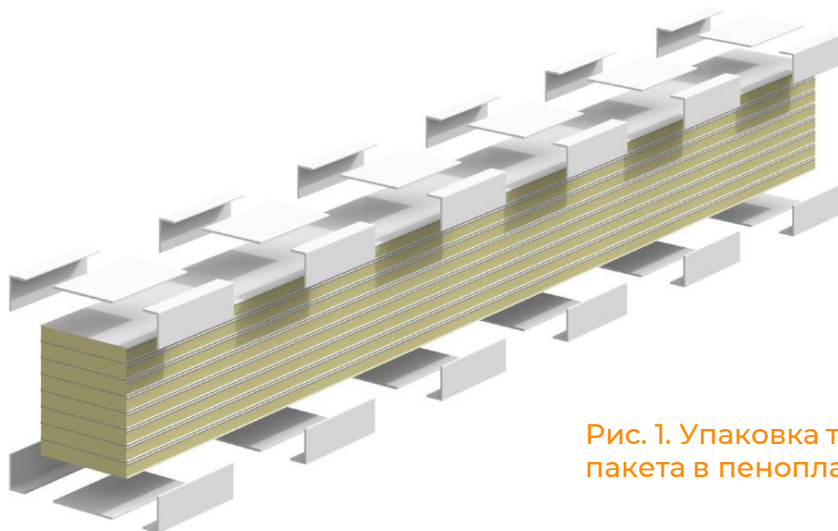

Рис. 1. Упаковка транспортного пакета в пенопластовые уголки
1. Упаковка сэндвич-панелей осуществляется в транспортные пакеты. С четырех углов по всей длине пакета устанавливаются пенопластовые уголки, узкой стороной по ширине пакета. Между ними встык, сверху и снизу пакета вкладывается лист пенополистирола размером 1 000 × 1 000 × 25 мм. Нахлест уголков и пенополистирольного листа не допускается (см. рис. 1).